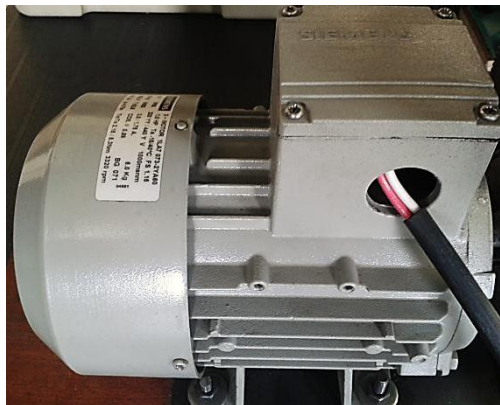

Figura 3.11: Motor asíncrono trifásico de 1HP.
**Motor asíncrono trifásico de 1HP** (figura 3.11): motor de tipo jaula de ardilla, transforma la energía eléctrica en energía mecánica por medio de la acción de los campos magnéticos, es la base del proceso de velocidad.